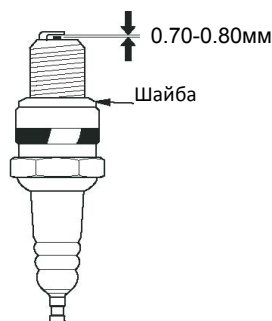

Рис.18
(Рис.18)
1. Открутите болты(1) 3 шт. и снимите крышку глушителя(3) Рис.18